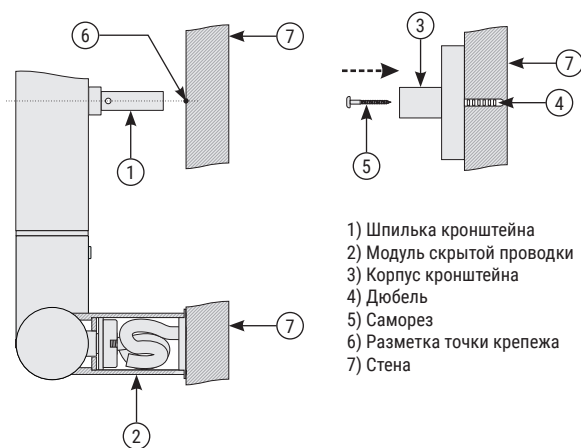

Рис.5
1.9. Установить шпильки кронштейна на полотенцесушитель (рис. 5).
1.10. Произвести «примерочный» монтаж модуля скрытой проводки вместе с электрическим полотенцесушителем для точной разметки точек крепежа (рис. 5).
1.12. В полученных метках сделать отверстия диаметром 6 мм и произвести монтаж кронштейна полотенцесушителя (рис. 5).